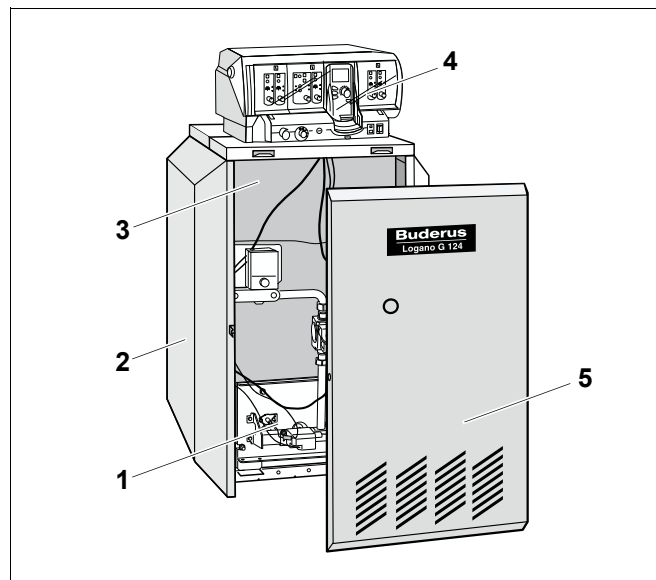

Рис. 1 Специальный газовый отопительный котел Logano G124 WS
Специальный газовый отопительный котел Logano G124 WS (рис. 1) укомплектован на заводе газовой горелкой и системой управления.
- Котловой блок с теплоизоляцией (рис. 1, **поз. 3**) и газовой горелкой (рис. 1, **поз. 1**).
- Обшивка (рис. 1, **поз. 2**) и передняя стенка котла (рис. 1, **поз. 5**).
- Система управления (рис. 1, **поз. 4**).